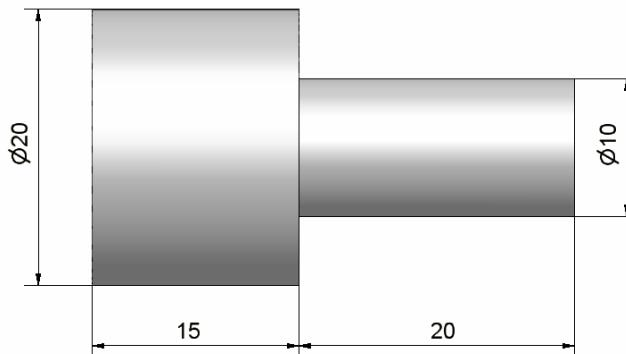

Figura 3.10.2.
- Role, figura 3.10.2
După modelarea individuală a componentei rolă - figura 3.10.2, se va crea un nou desen în baza prototipului „**Standard.iam**”, care se va salva în final sub numele de „**Ansamblu10.iam**”.